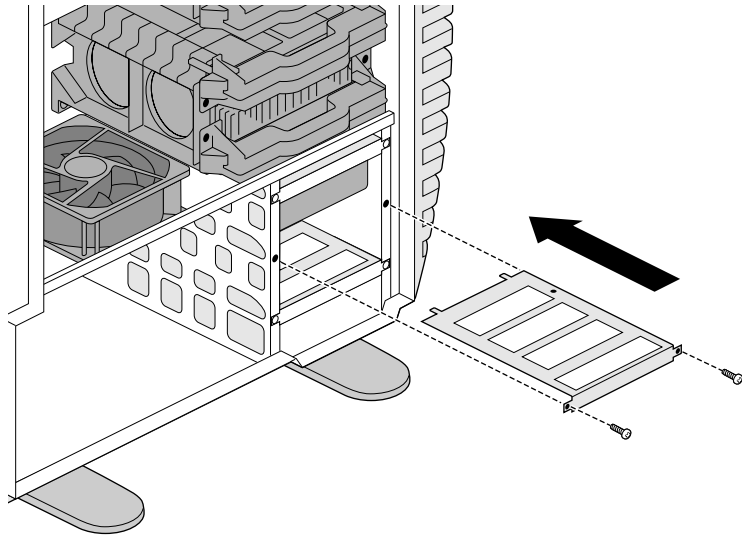

Abbildung 4-20 Einsetzen der Laufwerkshalterung
- Wenn Sie die Laufwerkshalterung ohne Festplatte einsetzen möchten, setzen Sie diese im leeren Laufwerkseinschub ein, wie in Abbildung 4-20 dargestellt.